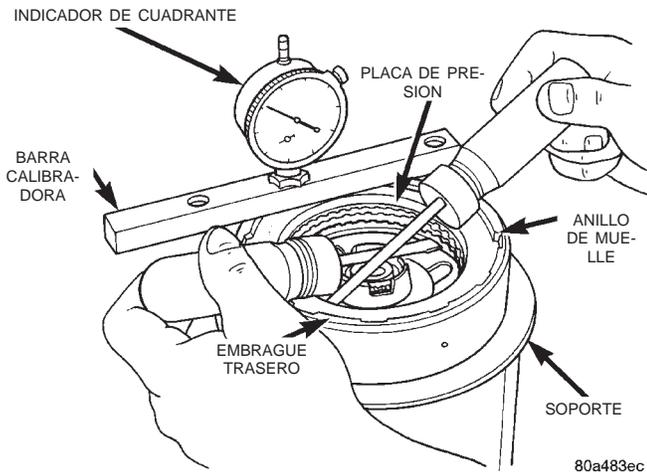

Fig. 143 Verificación de la holgura del conjunto del embrague trasero
(13) Instale la placa de presión superior.
(14) Instale el anillo de muelle selectivo. Asegúrese de que el anillo de muelle esté totalmente asentado en la acanaladura del retén.
(15) Mediante una barra calibradora y un indicador de cuadrante, mida la holgura del conjunto de embrague (Fig. 143).
(a) Coloque la barra calibradora de modo transversal en el tambor del embrague con el puntero del indicador de cuadrante sobre la placa de presión (Fig. 143).